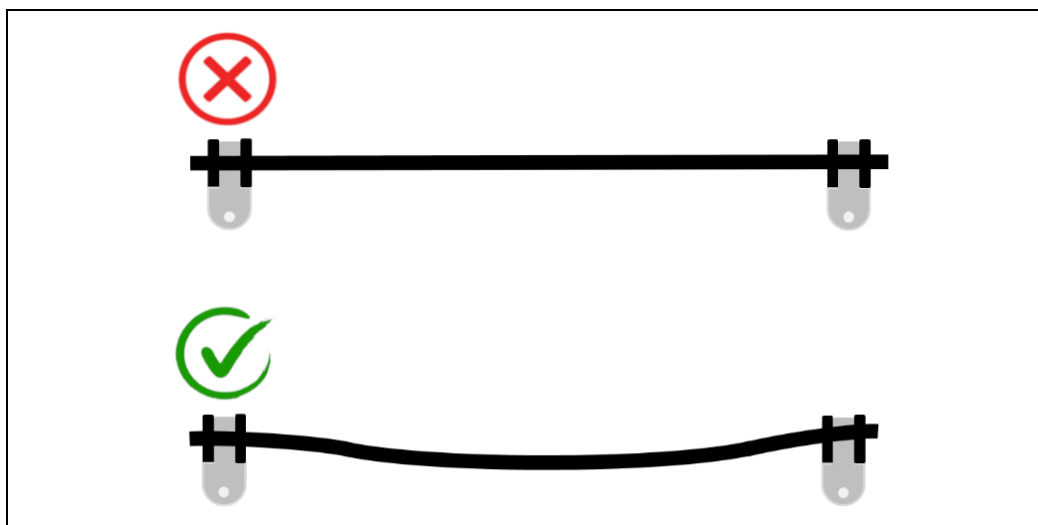

Fig.: 1 : Posa, cavo ibrido
- ▶ In caso di tubazioni flessibili (integrate) si possono presentare, ad una pressione di esercizio massima in relazione alla lunghezza nominale, variazioni di lunghezza da -4% a +2%. Pertanto il montaggio deve avvenire con una flessibile ridotta. (vedere capitolo 3.1.1, fig.1)